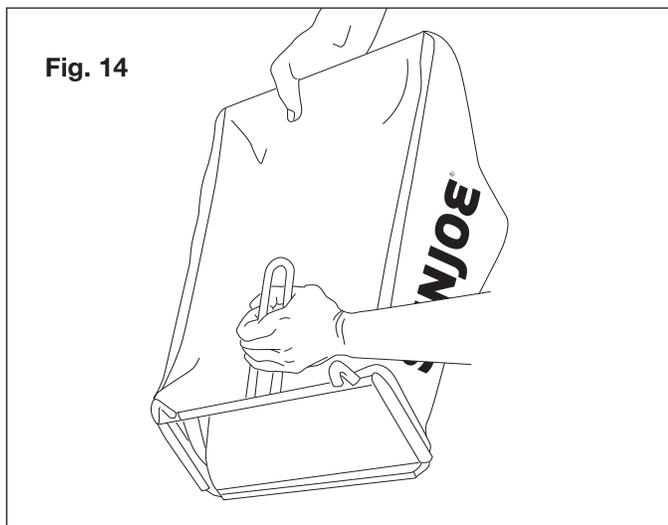

Fig. 14
2. Vacíe la bolsa recolectora de césped (Fig. 14).